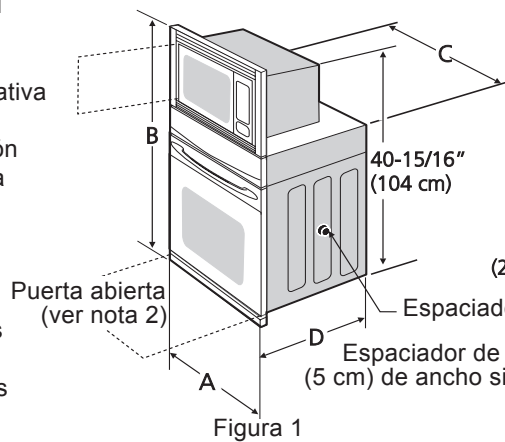
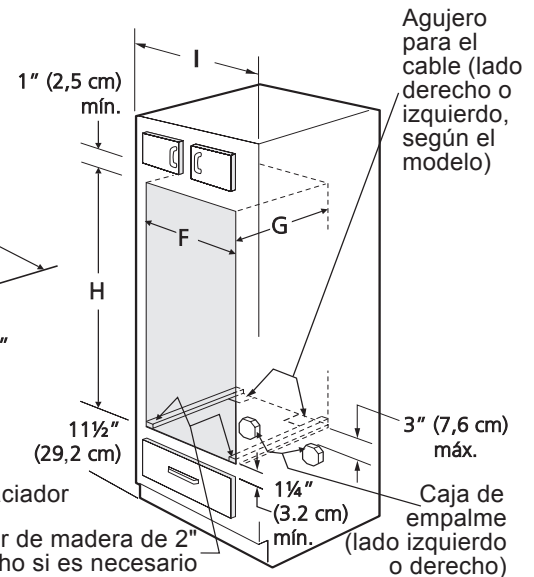

Figura 1
Figura 2
Para determinar las dimensiones aplicables del aparato y el espacio necesario donde irá acoplado, véase la figura 1. La superficie de soporte del horno debe estar hecha de "plywood" (madera contrachapada) o cualquier otro material similar; además, la superficie debe estar nivelada en relación con todos sus lados: derecha/izquierda, delante/detrás.
2. Estos electrodomésticos deben conectarse a la caja de desconexión de fusibles (o disyuntor) a través de un cable forrado flexible blindado no metálico. El cable flexible blindado que se extiende desde el electrodoméstico debe conectarse directamente a la caja de empalme. La caja de empalme debe estar ubicada como se muestra en la Figura 1 o la Figura 2 y con el resto lo más holgado posible en el cable entre la caja y el electrodoméstico, para que pueda moverse en caso de que el servicio sea alguna vez necesario.